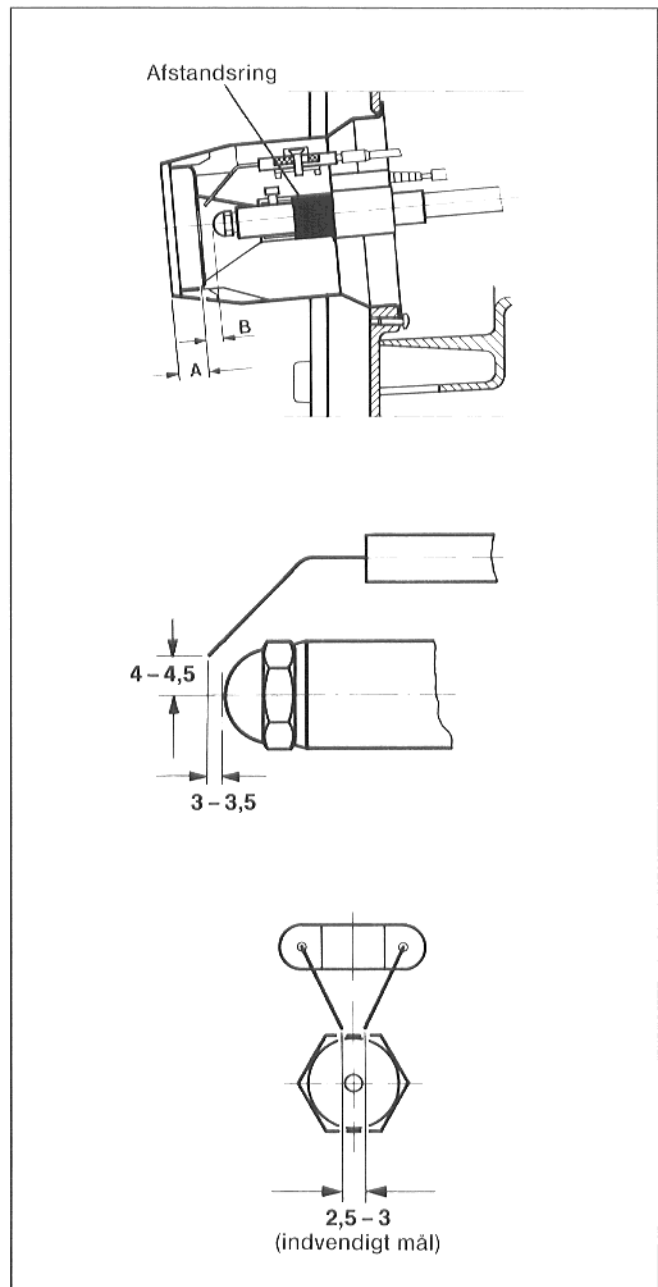

Fig. 17
- Mål B kontrolleres (Fig. 17)
- Tændelegtroder indstilles (Fig. 17)
- Mål A indstilles (Fig. 17)